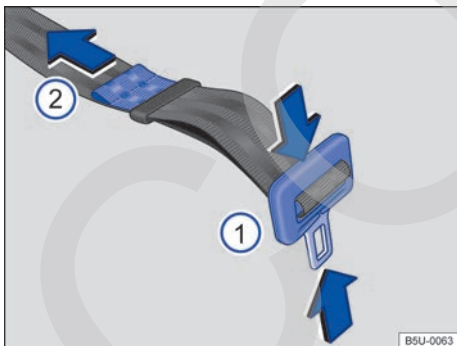

Fig. 53 Ajuste la banda del cinturón de seguridad subabdominal.
- Presione la lengüeta en el sentido de las flechas ⇒ fig. 53 ① y extienda totalmente el cinturón de seguridad.
- Apriete la lengüeta contra el cierre del cinturón de seguridad y tire del extremo ⇒ fig. 53 ② en el sentido de la flecha, hasta alcanzar una holgura máxima de 5 cm (3 dedos) en la zona pélvica.